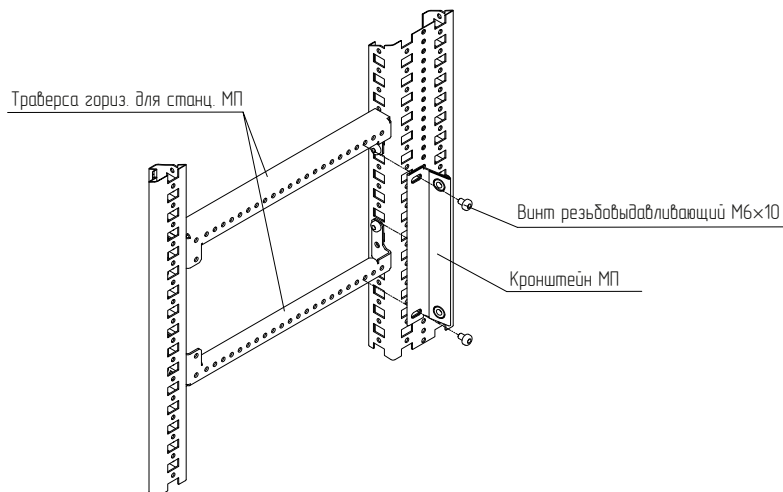

Рисунок 68
4.23.4 Приложить кронштейн МП к траверсам горизонтальным для стационарных МП и закрепить винтами М6×10 (рисунок 68). Момент затяжки – 7 Н·м.